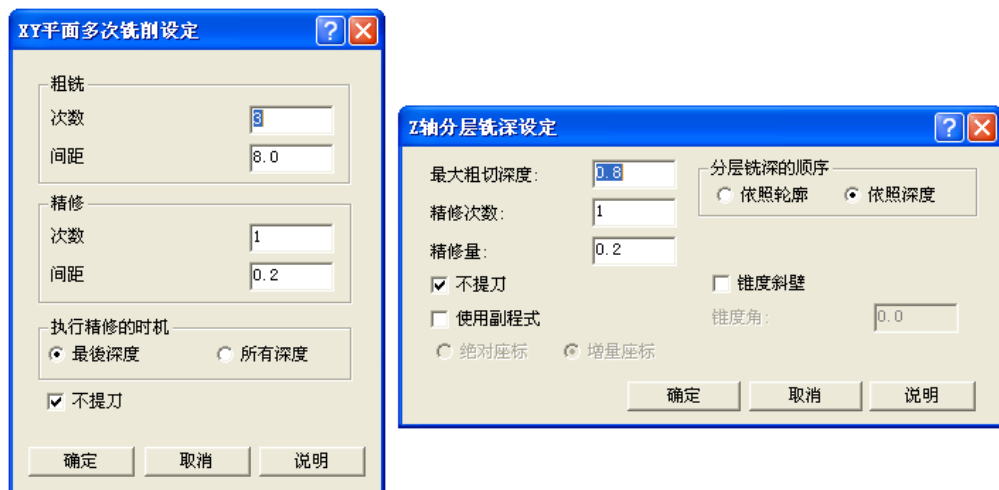
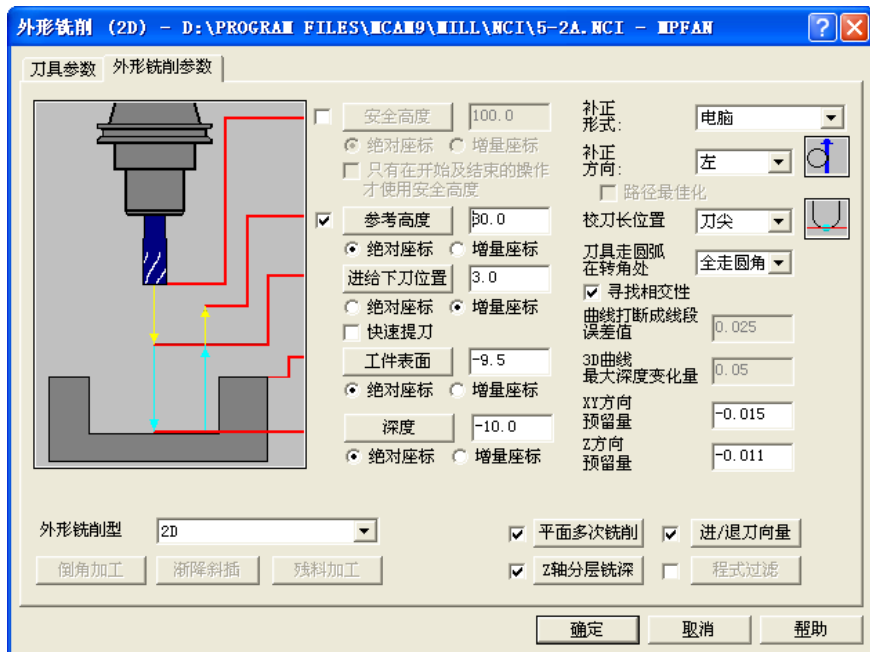

图 5-42 平面多次铣削和 Z 轴分层铣深参数
图 5-43 步骤 9) 外形铣削参数
9) 选择“外形铣削（2D）”，图形选择 $\phi 160$ 圆弧，刀具参数、参考高度和进给下刀位置等均同步骤6)，设定工件表面：-9.5、深度：-10.0，补正形式选择“电脑”，补正方向：左，XY方向预留量：-0.015，以保证尺寸  $20_{-0.041}^{+0.020}$ ，Z方向预留量改为-0.011，保证尺寸  $10_{0}^{+0.022}$ ，勾选“平面多次铣削”“Z轴分层铣深”“进/退刀向量”，其余默认，如图5-43所示。在“XY平面多次铣削”对话框中设定粗铣次数：3、间距：8.0、精修次数：1、间距：0.2，执行精修的时机点选“最后深度”，勾选“不提刀”，其余默认，如图5-42左图所示；在“Z轴分层铣深设定”对话框中设定精修次数：1、间距：0.2，勾选“不提刀”，分层铣深的顺序点选“依照深度”，其余默认，如图5-42右图所示；在“进/退刀向量”对话框中，进入、离开都点选“相切”，长度设定为100%，圆弧设定为0%，其余默认。